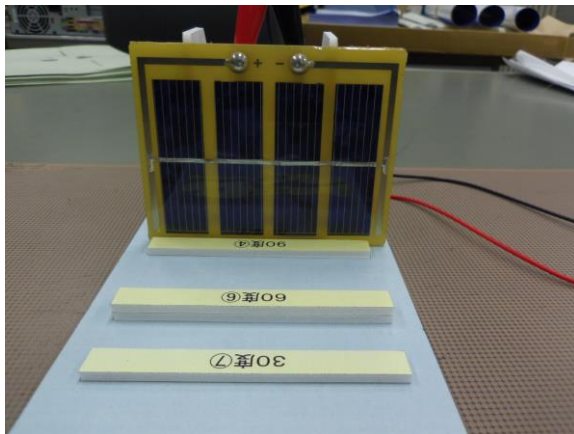
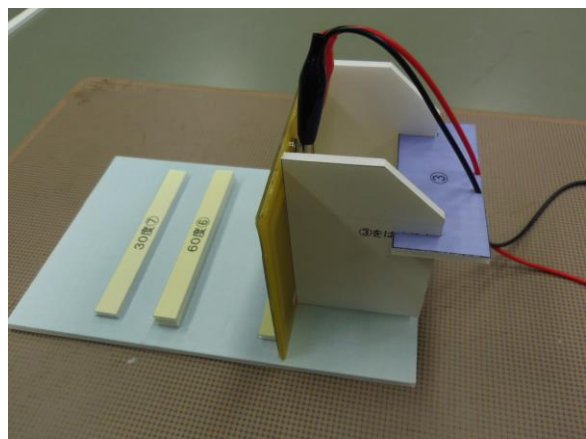

図 14: 太陽電池が 90 度の時の置き方
図 15: 90 度の時はコードをパーツ③の切り欠きに挟みます。
更することができます。図 14 は 90 度の時の太陽電池の置き方です。その時は、太陽電池が倒れる可能性があるので、コードをパーツ③の切り欠きに挟みます(図 15 参照)。